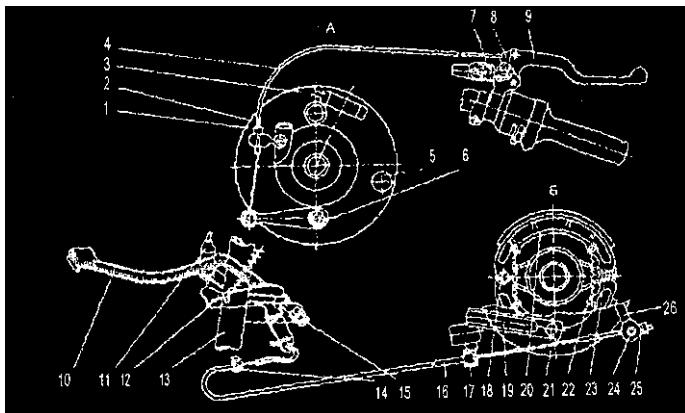

Рис.17.
5.3.5. Визуальный контроль износа тормозных накладок переднего тормоза производится без демонтажа колеса, для чего необходимо снять пробку 5 (рис.17).